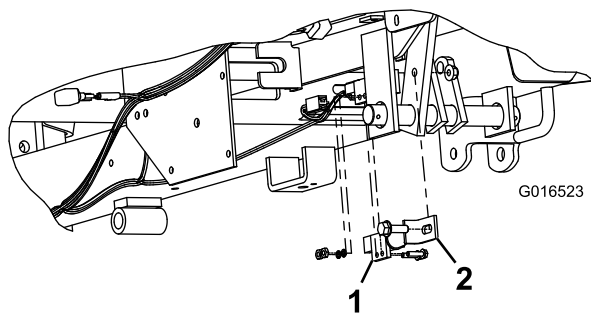

Figura 3
2. Instale el soporte del interruptor de las luces de freno en el bastidor de la máquina (Figura 3).
3. Instale el interruptor de las luces de freno en el soporte con 2 pernos, 2 arandelas, y 2 tuercas hexagonales (Figura 3).